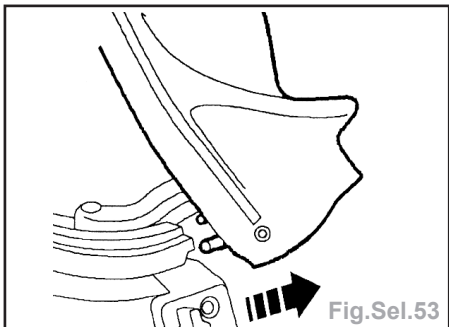

Fig.Sel.53
- Dégager la toile du pied central (Fig.Sel.53).